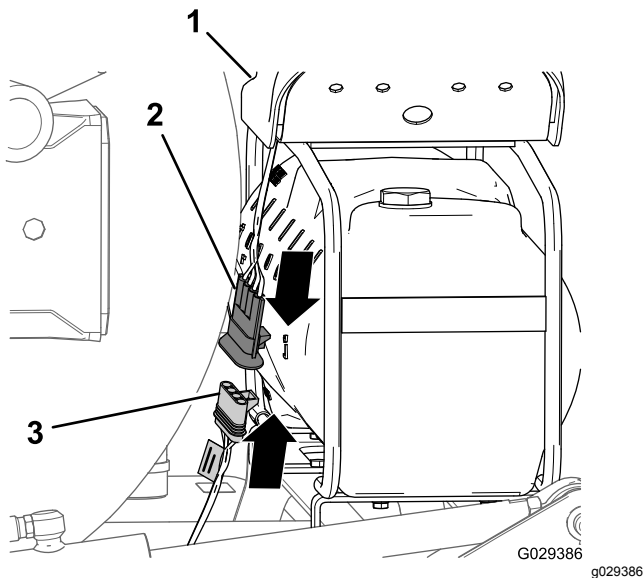

Figura 146
1. Al final de la rama de 236 cm del arnés de cables, alinee el conector hembra de 4 vías del arnés de cables del kit de acabado con el conector de 4 pines del arnés de cables del compresor (Figura 146).
2. Inserte el conector de 4 clavijas en el conector de 4 tomas (Figura 146).